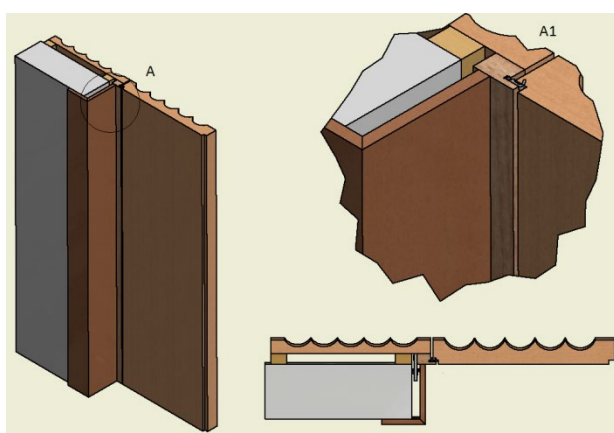

Figura 6
2. Fissarlo inoltre alla parete mediante le staffe in dotazione. **(figura 6)**